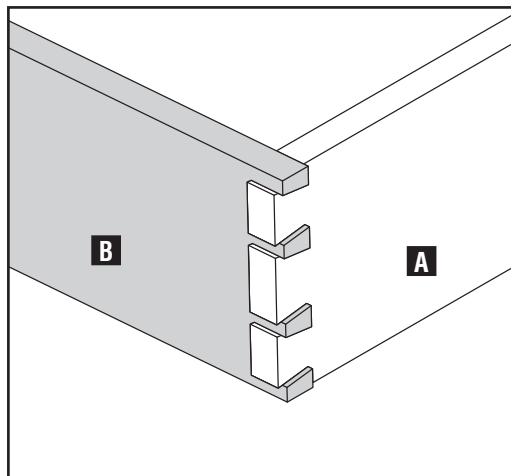

Fig. D16
PROTUBÉRANCE : en regardant le hayon (A) Fig. D16, si le fil d'extrémité est protubérant (ressortant au-dessus de l'autre planche comme démontré dans Fig. D16), alors la coupe sur le hayon a besoin d'être moins profonde. Pour corriger, il faut décroître la profondeur de la coupe de la mèche de la toupie.
PROTUBÉRANCE : en regardant la planche-goujon (B) Fig. D16, si le fil d'extrémité est protubérant (ressortant au-dessus de l'autre planche comme démontré dans Fig. D16), alors la coupe sur le hayon a besoin d'être moins profonde. Pour corriger, il faut décroître la profondeur de la coupe de la mèche de la toupie.